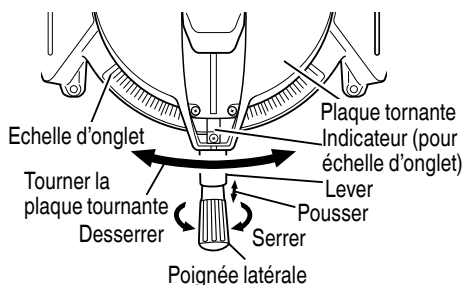

Fig. 25
- (1) Desserrer la poignée latérale et appuyer sur le levier pour les butées d'angle. Cela fait, régler la plaque tournante jusqu'à ce que l'indicateur soit aligné avec le réglage désiré sur l'échelle de coupe d'onglet (Fig. 25).
- (2) Resserrer la poignée latérale pour fixer la plaque tournante à la position voulue.